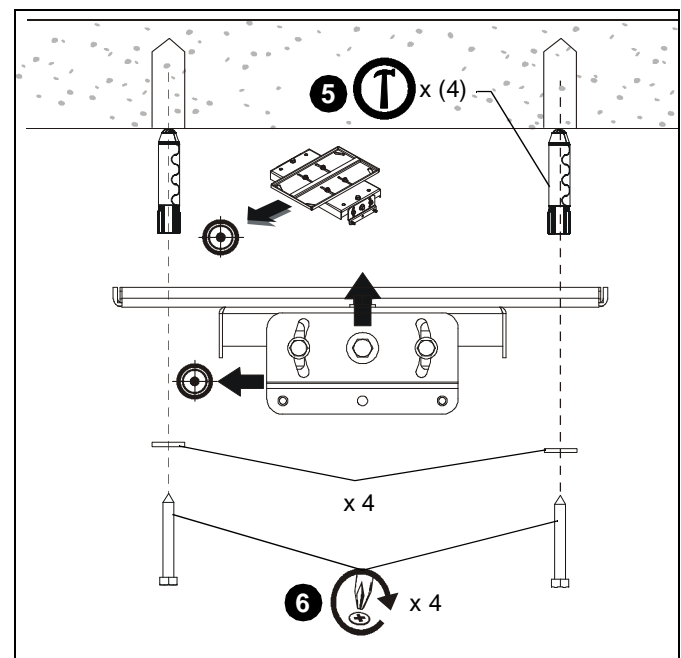

Abb. 6
- Stecken Sie vier (nicht mitgelieferte) Fischer-UX8- oder Toggler-AF8-Betondübel in die Vorbohrungen und schlagen Sie sie mit dem Hammer ein, bis sie bündig mit der Befestigungsfläche abschließen. (Siehe Abb. 6)
- Befestigen Sie das LPK1 mit der daran befestigten (nicht mitgelieferten) VCM mithilfe von vier (nicht mitgelieferten) 5/16"-Unterlegscheiben und vier (nicht mitgelieferten) 5/16" x 2-1/2"-Ankerschrauben an der Konstruktion. (Siehe Abb. 6)